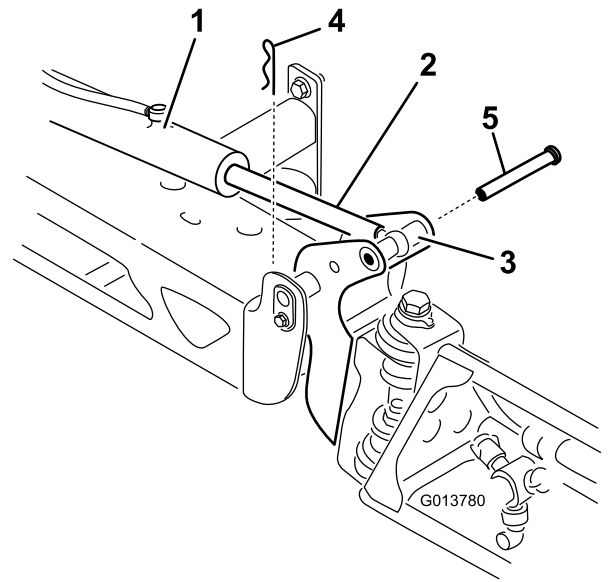

图74
2. 从枢轴销（图74）上拆下开口销。
3. 提起喷洒臂、然后拆下柱销（图74）。慢慢将喷洒臂降落到地面上。
8. 提升喷洒臂、使其枢轴对准提升器杆。支撑住喷洒臂、将柱销插入喷洒臂枢轴和提升器杆 (图74)。